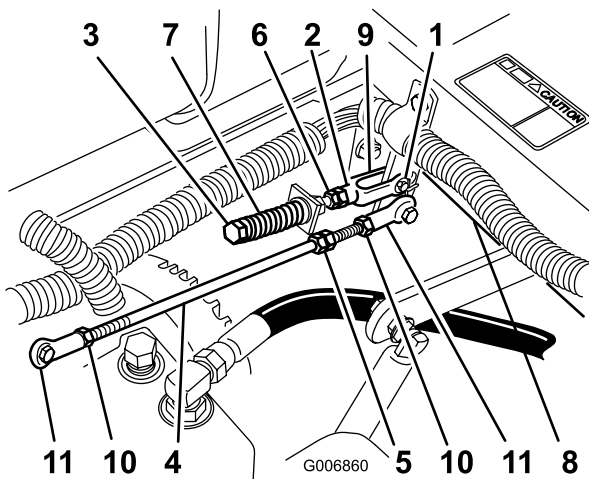

Figure 62
1. Desserrez les contre-écrous sur les rotules de la tige de commande de la pompe (Figure 62).
3. Réglez la longueur de la tige de pompe en tournant les doubles écrous dans le sens voulu, jusqu'à ce que la roue soit immobilisée ou tourne légèrement en marche arrière (Figure 62).
6. Serrez les contre-écrous contre les rotules (Figure 62).